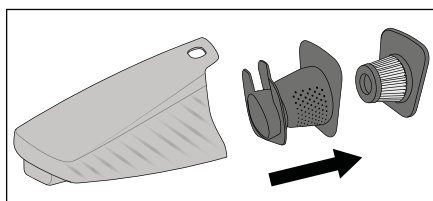

Fig. 4
- 3) Commencez par sortir le filtre HEPA **5** et ensuite le filtre grossier **6** hors du bac à poussière **7** (fig. 4). Tapotez ces deux pièces au-dessus d'une poubelle ou similaire. Si nécessaire, vous pouvez rincer le filtre HEPA **5** à l'eau claire. Ensuite, laissez-le sécher entièrement à l'air.